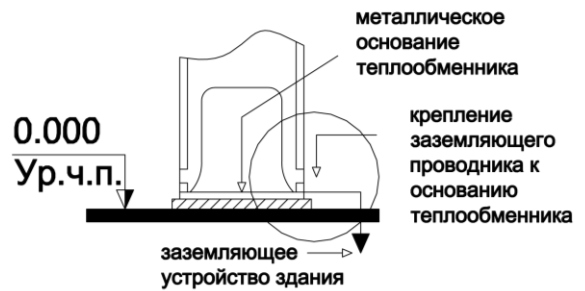

Рис. 34.
4. Заземление котла (см. рис. 34.)
4.2. Местом для крепления заземляющего устройства является металлическое основание теплообменника (рис. 34.) в котлах с тепловой мощностью до 30000 ккал / час, или основание корпуса котла с тепловой мощностью более 30000 ккал / час.